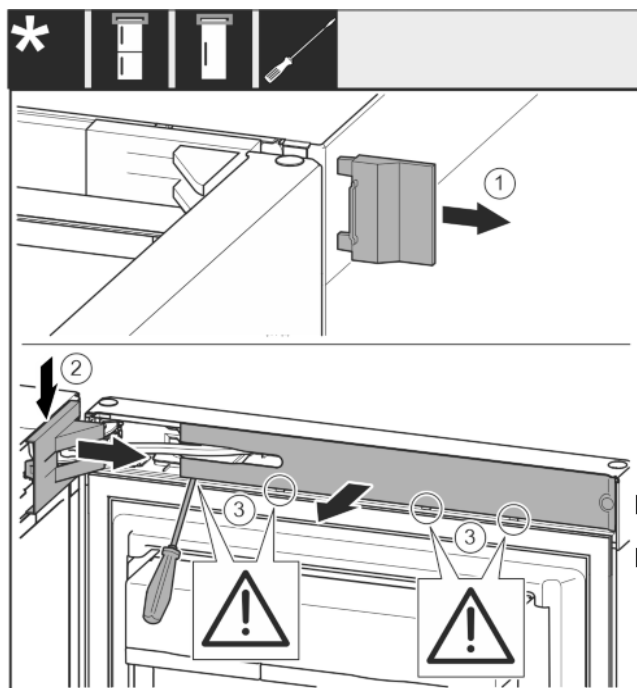

Fig. 6
- Äußere Abdeckung abnehmen. Fig. 6 (1)
- Lagerbockabdeckung ausrasten und lösen. Lagerbockabdeckung abnehmen. Fig. 6 (2)
- Blende mit Schlitzschraubendreher ausrasten und zur Seite schwenken. Fig. 6 (3)